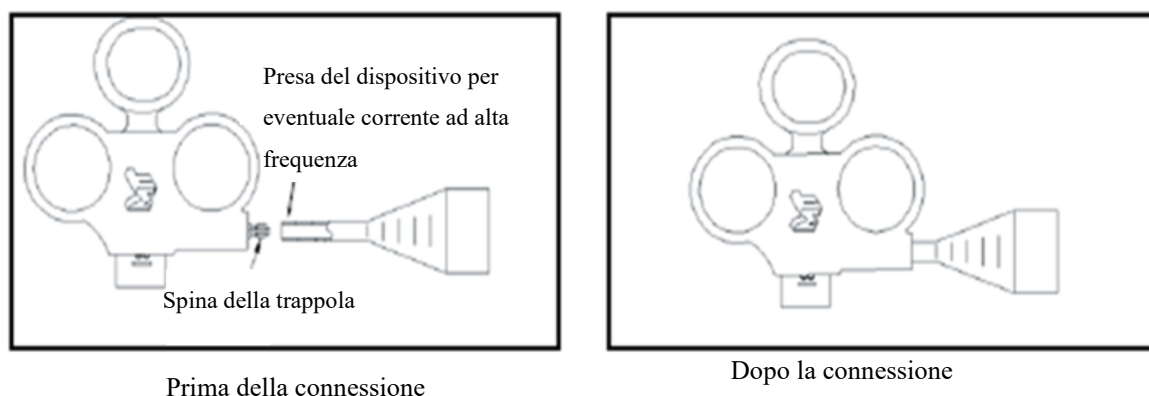

Figura 4
3. Collegare la spina della trappola sterile a caldo alla presa dell'unità elettrochirurgica ad alta frequenza. Prestare attenzione al corretto collegamento (come mostrato nella seguente figura 4).